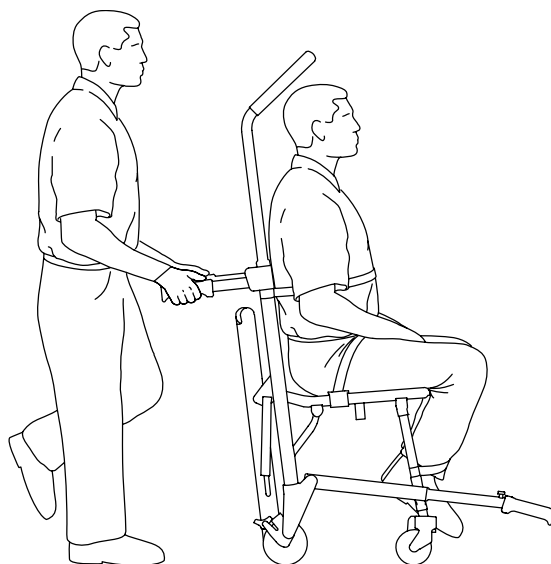

Abbildung 5 – Transport des Patienten
1. Den Stuhl mit den Hebegriffen am Kopfende, dem Holm der Rückenlehne oder dem oberen Lenkbügel schieben und führen (Abbildung 5).